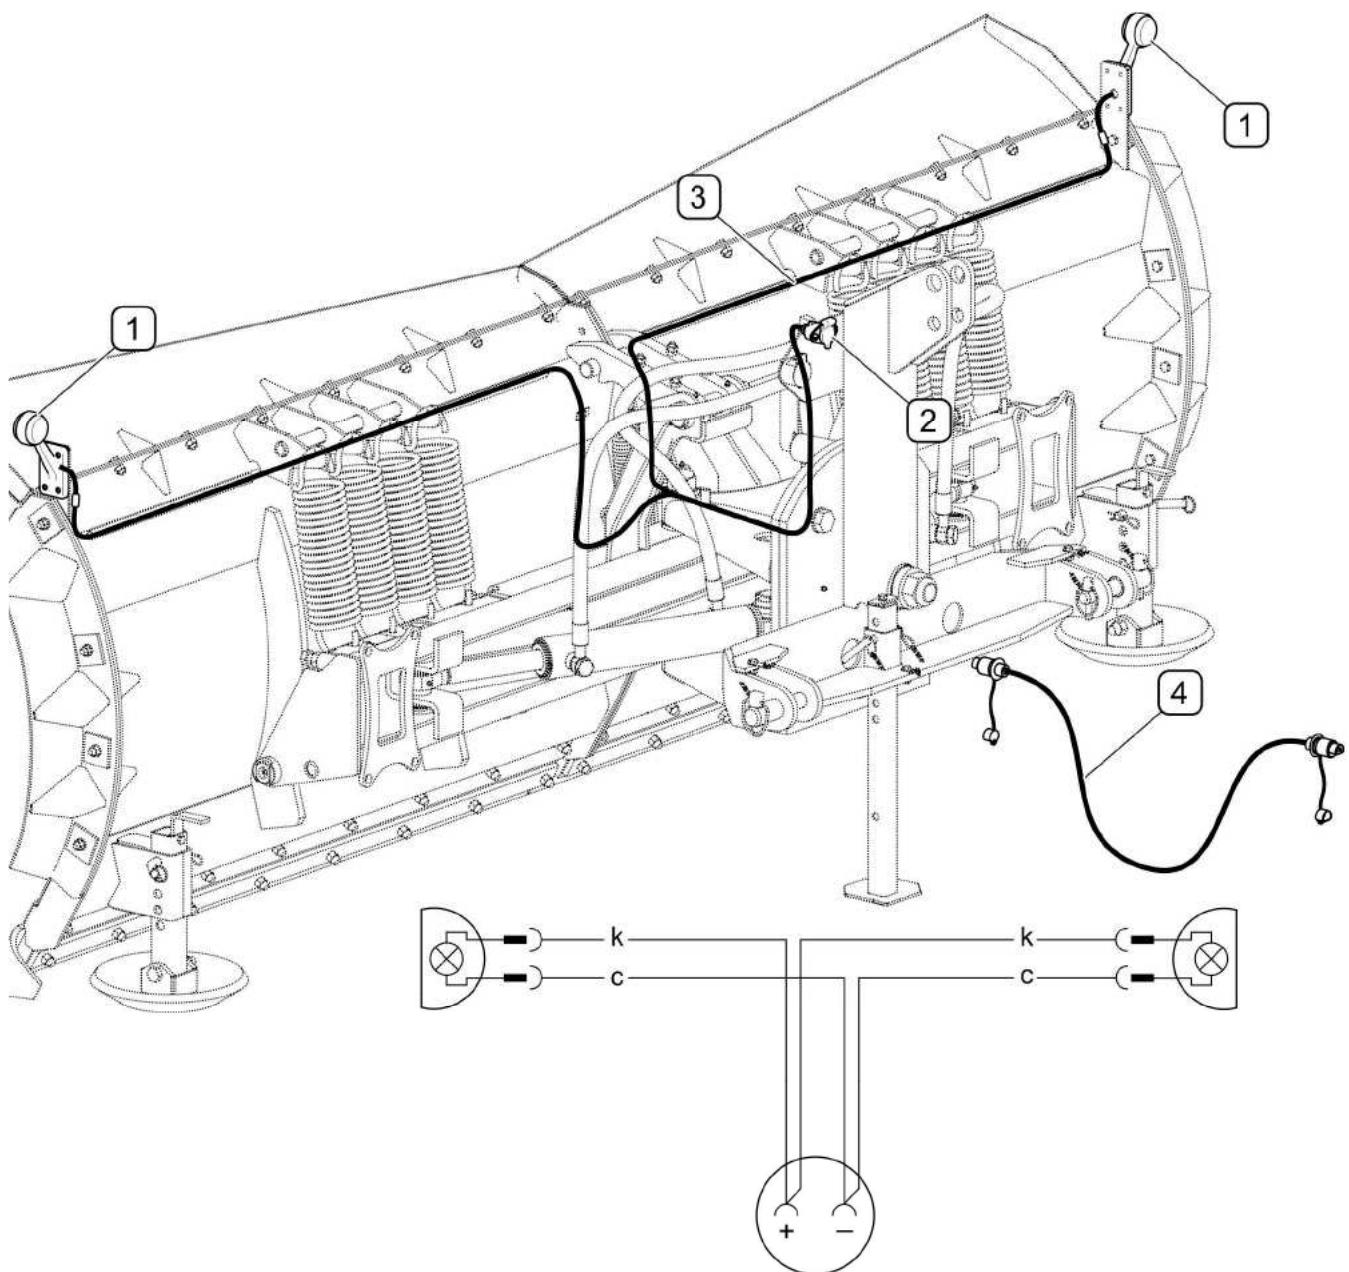

РИСУНОК 3.4 Устройство электрической системы
(1)- боковой габаритный фонарь; (2)- 3-пиновый разъем; (3)- электропровода;
Электрическая система (РИСУНОК 3.4) питания боковой габаритной сигнализации плуга состоит из двух габаритных фонарей (1) и пучка электропроводов с 3-пиновым разъемом (2) на конце. Электросистема плуга соединяется с электросистемой трактора (транспортного средства) при помощи присоединительного провода (4). В тракторах Pronar предусмотрен дополнительный разъем на пучке электропроводов,итающих передние фары, к которому можно подсоединять 3-пиновый разъем. Для того, чтобы можно было управлять разъемом из кабины трактора, необходимо установить на панели дополнительный выключатель (*если не установлен на заводе*) и подсоединить к нему соответствующие клеммы электропроводов, входящих в состав пучка,итающего передние фары.